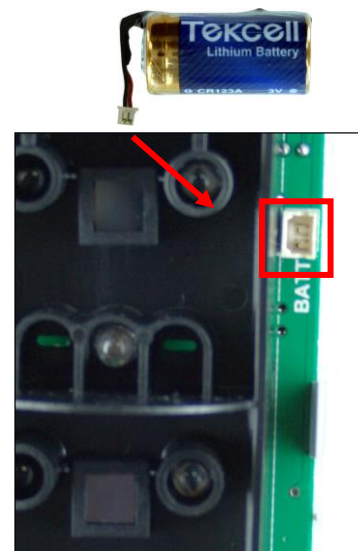

Fig. 2
3. Premere e tenere premuto il tasto di programmazione (fig.2)